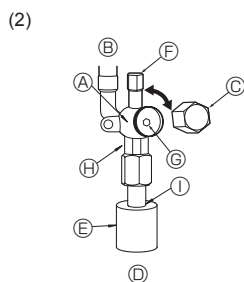

Fig. 4-6
- ① Retirez le bouchon, et tournez la tige de soupape à fond dans le sens antihoraire avec une clé hexagonale de 5 mm. Arrêtez de tourner quand elle frappe la retenue. (Ø15,88: env. 13 tours)
- ② Vérifier que la vanne d'arrêt est complètement ouverte et tourner le capuchon pour le ramener sur sa position d'origine.
(2) Côté liquide (Fig. 4-6)
- ① Retirez le bouchon, et tournez la tige de soupape à fond dans le sens antihoraire avec une clé hexagonale de 4 mm. Arrêtez de tourner quand elle frappe la retenue. (Ø9,52: env. 10 tours)
- ② Vérifier que la vanne d'arrêt est complètement ouverte, appuyer sur la poignée et tourner le capuchon pour le ramener sur sa position d'origine.